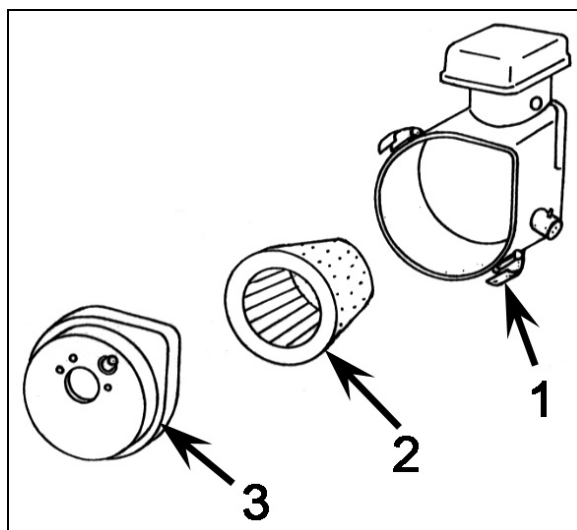

Figure 14
- Déposez le boîtier du filtre à air, en enlevant les deux clips (Figure 14, repère 1). Sortez la cartouche filtrante (Figure 14, repère 2), nettoyez-la à l'air comprimé, dans le sens inverse du passage de l'air. Echangez-la si elle est trop encrassée.
- Nettoyez la mousse (figure 14, repère 2) avec un produit spécial pour filtre à air en mousse. Graissez-la en l'imbibant d'huile moteur. Pressez le surplus d'huile en excédent.